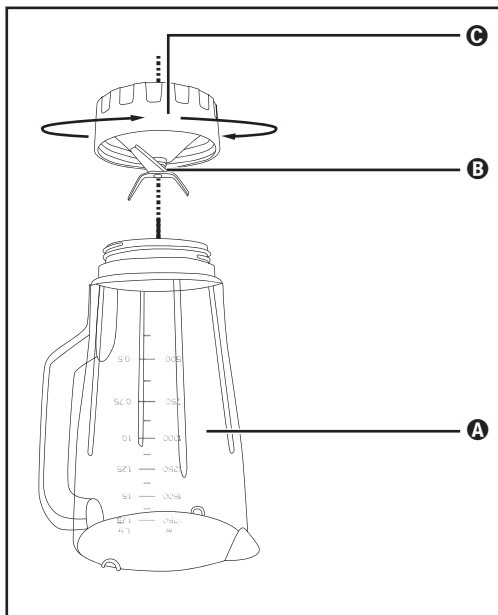

Fig. 3
- 2) Poggiare l'apparecchio sulla testa e ruotare la parte di plastica inferiore ③ dell'inserto mixer ③ in senso antiorario, in modo che si possa staccare dalla parte in plastica superiore ④ dell'inserto mixer ③ (v. fig. 3).